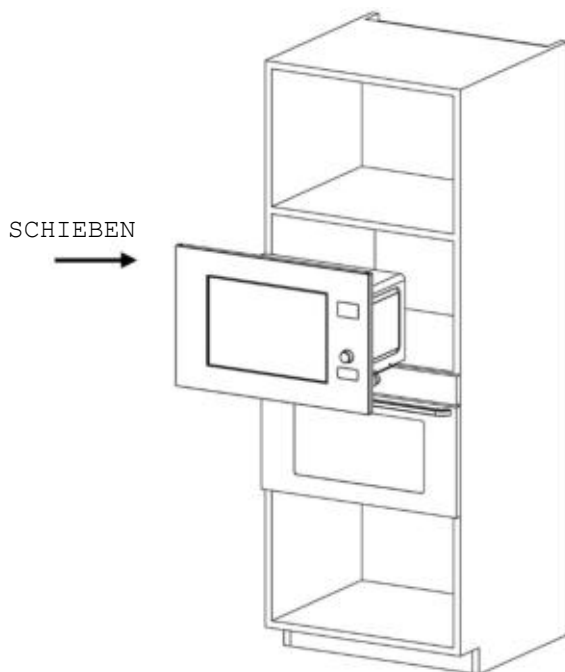

Abb. 1
② **INSTALLATION:**
a) Stellen Sie den Mikrowellenherd in den Einbauschränk und schieben Sie ihn ganz nach hinten. (Abb. 1)